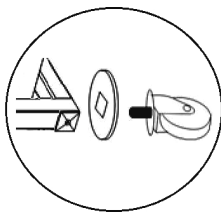

Fig. 3
5. Posizionare il carrello da trasporto su di un lato o sul lato del piano da lavoro e fissare agli elementi laterali le ruote piroettanti. Successivamente avvitare le 4 ruote piroettanti agli elementi laterali del carrello (**Fig. 3**).